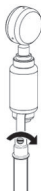

рис. 3
3. Для разворота микрофона используйте винт на зажиме (рис. 3).